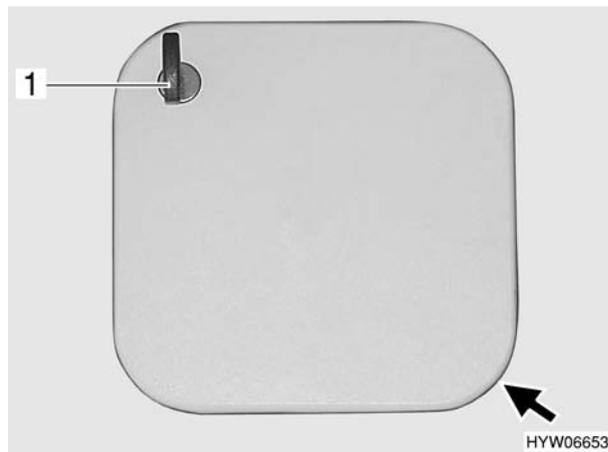

Fig. 17 Serratura dello sportello (variante 2)
- Inserire la chiave nel cilindro della serratura (Fig. 17,1).